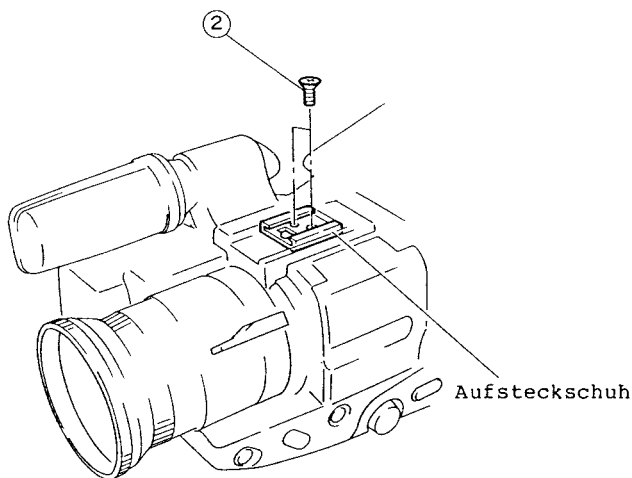

Abb. 2-4
2. Zwei (2) Befestigungsschrauben des Aufsteckschuhs entfernen (siehe Abb. 2-4).